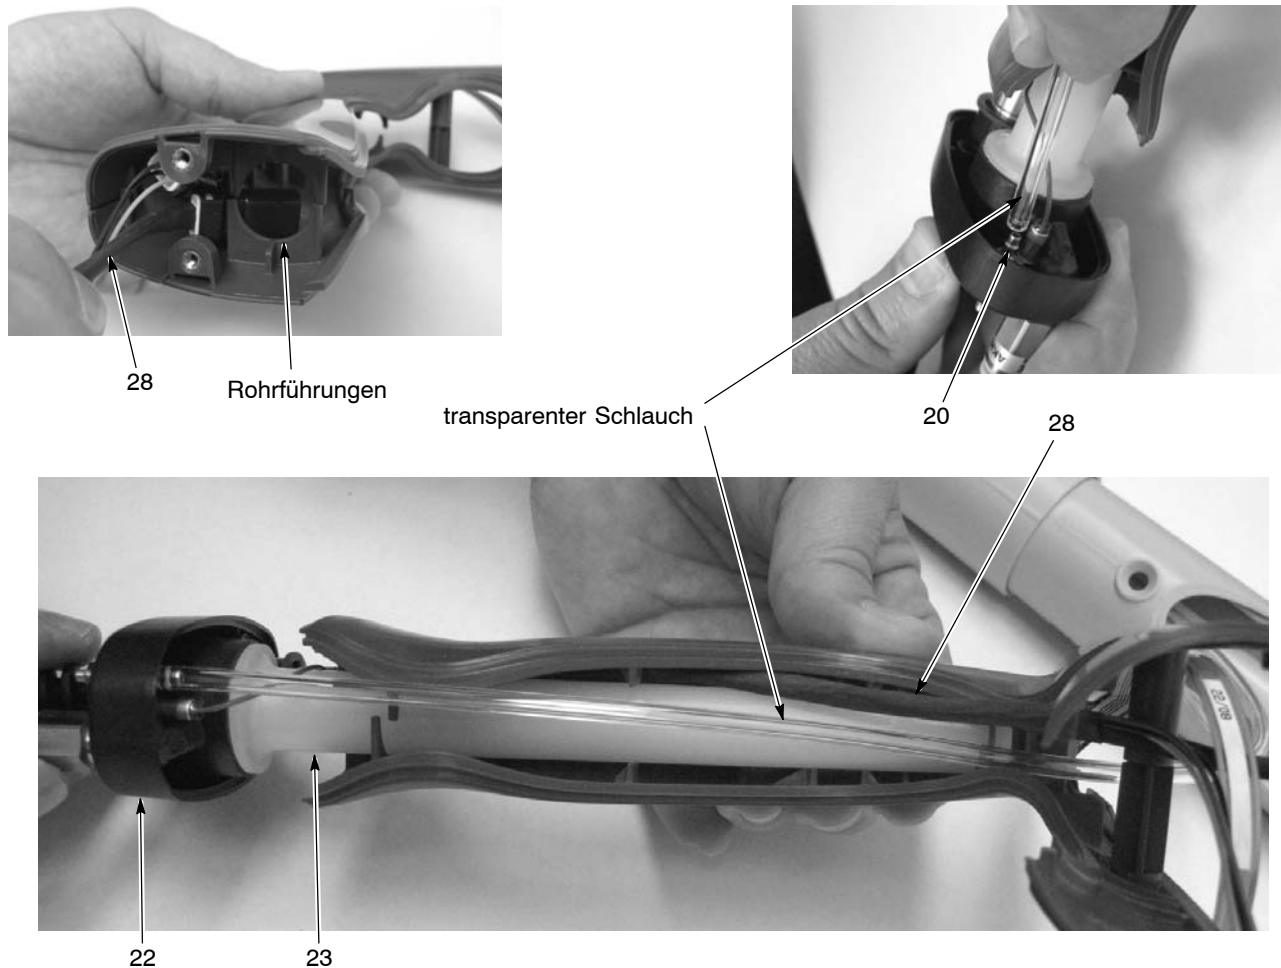

Abb. 5-11 Griffe und Basis zusammensetzen
8. Siehe Abbildung 5-11. Die Stecker des Kabels (28) vorn in den Griff stecken, dann das Eingangsrohr (23) durch die Rohrführungen in die Griffbaugruppe schieben und dabei das Kabel (28) wie gezeigt durch den Griff führen. Aufhören, wenn die Basis etwa 1,5 bis 2 Zoll (38–50 mm) vom Boden der Griffbaugruppe entfernt ist.
9. Den transparenten 4 mm Schlauch (Teil der Filterbaugruppe, Pos. 4) an den Schlauchsteckanschluss (20) in der Griffbaugruppe anschließen.